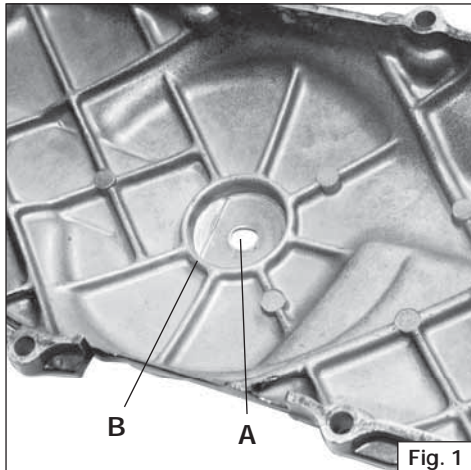

Fig. 1
- Praticare un foro \varnothing 10 mm sul carter originale (Fig. 1 – part. A) centrandolo rispetto alla sede (Fig. 1 – part.B)
- Drill a \varnothing 10 mm hole in the original crankcase cover (Fig. 1 – part. A) centring the hole in the recess as shown (Fig. 1 – part.B)
- Forer un trou de 10mm sur le carter d'origine (Fig. 1 – part. A) en le centrant par rapport au support (Fig. 1 – part. B)
- Die Variatorabdeckung muss wie auf Bild 1 (Abb. 1 – Pos. A) zu sehen, mit einem \varnothing 10mm Bohrer, zentral durchbohrt werden.
- Hacer un orificio de diámetro 10 mm en el cárter original (Fig. 1 – part. A) centrándolo respecto al alojamiento (Fig.1 – part.B).